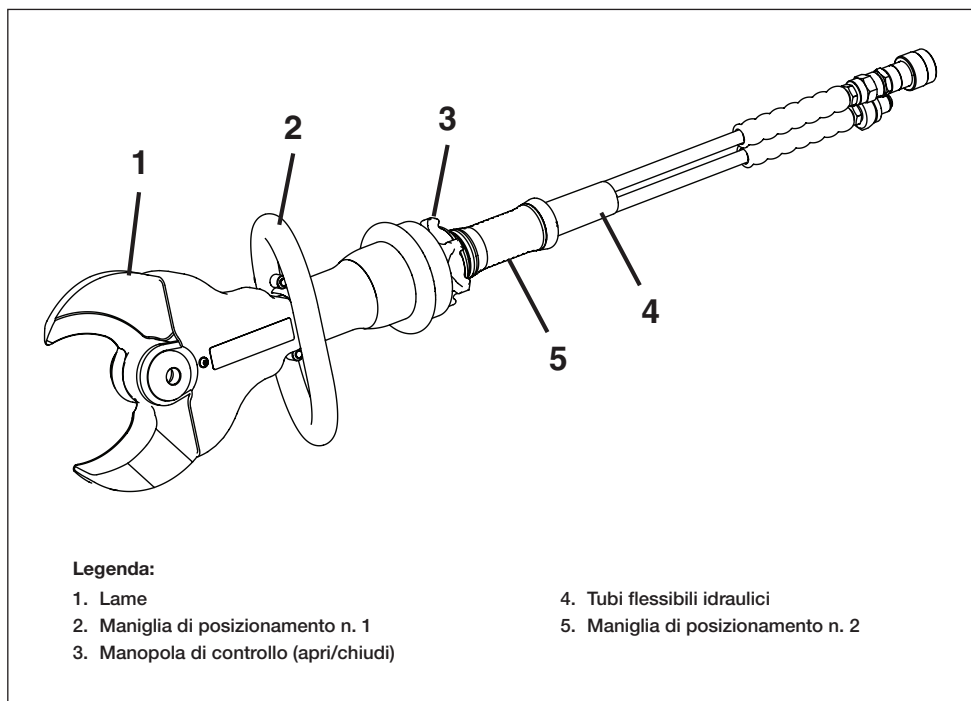

Figura 1, Caratteristiche e componenti
Vedere la figura 1 per dettagli sulle caratteristiche e sulle parti comprese nella spedizione. Per conoscere le massime capacità di taglio, le specifiche e le dimensioni, fare riferimento alla sezione 2.0.
- Posizionare l'attrezzo in base alle proprie esigenze utilizzando le apposite maniglie situate sui lati e sulla parte posteriore del cilindro idraulico. Vedere la figura 1.